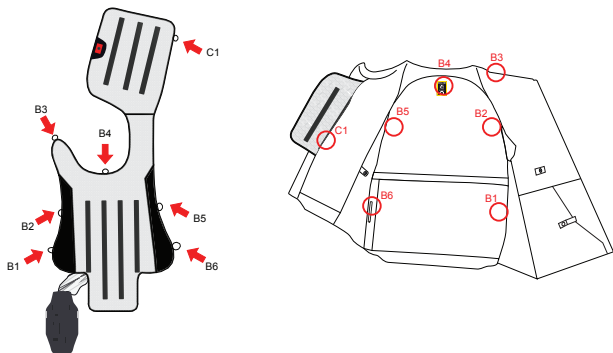

Figura 14
4. Separe el airbag del chaleco abriendo todos los clips de conexión. Los clips son dispuestos como se muestra en la Figura 14 .